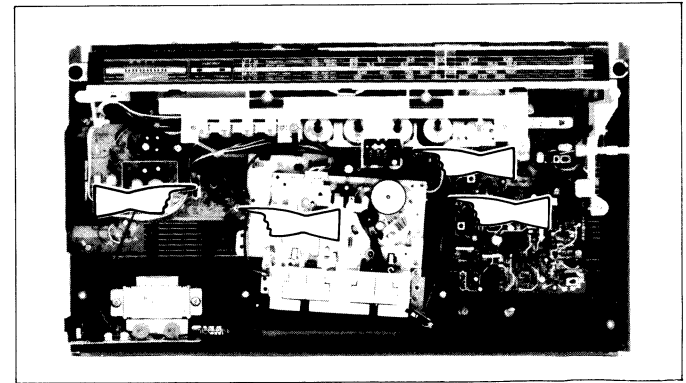

Figure 5-3 Abbildung 5-3
2. Disconnect four sockets on Audio P.W. Board from the mechanism block, and the block can be removed. (See Fig. 5-3.)
2. Die vier Buchsen an der Ton-Leiterplatte von dem Mechanismusblock trennen. Der Block kann dann entfernt werden. (Siehe Abb. 5-3.)
2. Débrancher les quatre douilles sur la PMI audio du bloc du mécanisme, et le bloc peut être déposé. (Voir la Figure 5-3.)